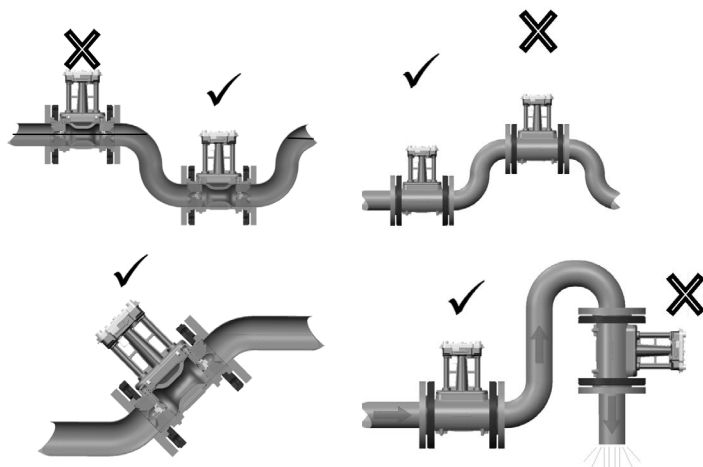

Fig. 3: il sensore deve essere sempre riempito completamente con il liquido
- Per le temperature medie superiori ai 130°C un flussometro con isolamento termico va installato in modo tale che l'elettronica sia posizionata accanto e non sopra la condotta (vedi fig. 2). Dopo l'installazione assicurarsi che il sensore di flusso sia sempre riempito con il liquido (vedi fig. 3).